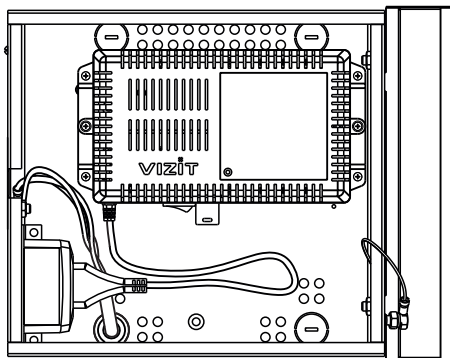

Рисунок 4 - Расположение блока управления **VIZIT** в боксе
- Если конструкция блока вызова предусматривает его заземление, подключите защитный провод блока вызова к клемме ⑧. Защитный провод соединяется с кабельным наконечником клеммы методом опрессовки.
- Подключите сетевую вилку блока управления / блока питания к розетке (см. рис. 4, 5, 12, 13).